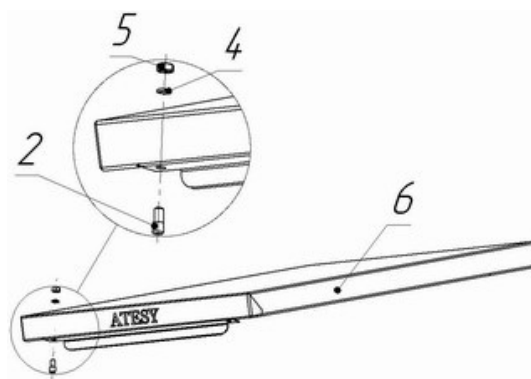

Рис.2
4.9 Прикрепите к основанию 14 и крыше шкафа 15 оси 2, в зависимости от выбранного направления открывания двери: слева или справа (рис.2, 7).